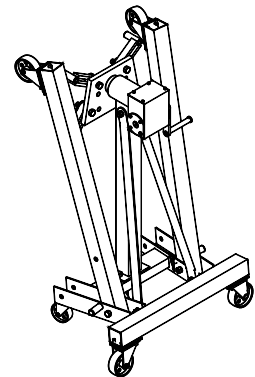

Figura 8: ilustración de ensamblaje para el modelo 31256
4. Para girar el motor lenta y cuidadosamente, libere el mecanismo de traba. Use la manija original para rotar, luego asegure utilizando el mecanismo de bloqueo (consulte las Figuras 1 y 2). Para el modelo 31256, implemente lenta y cuidadosamente la manivela (consulte la Figura 8).